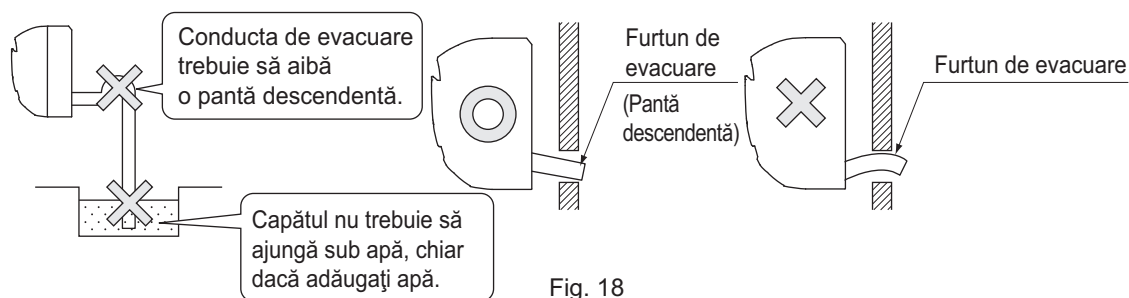

Fig. 18
(1) Instalați tubulatura de evacuare. (Consultați Fig. 18)